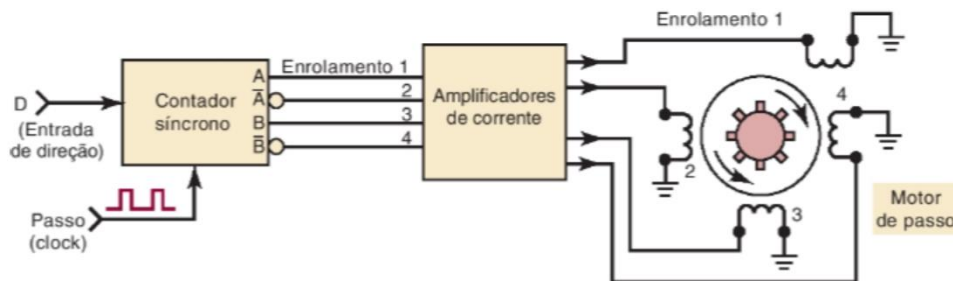

Figura 1.
4) Projete um sistema de controle de um motor de passo com quatro enrolamentos (conforme ilustrado na Figura 1), utilizando máquina de estados. Especificamente, considere que:
- o motor de passo é acionado por um contador síncrono de 2 bits (BA);